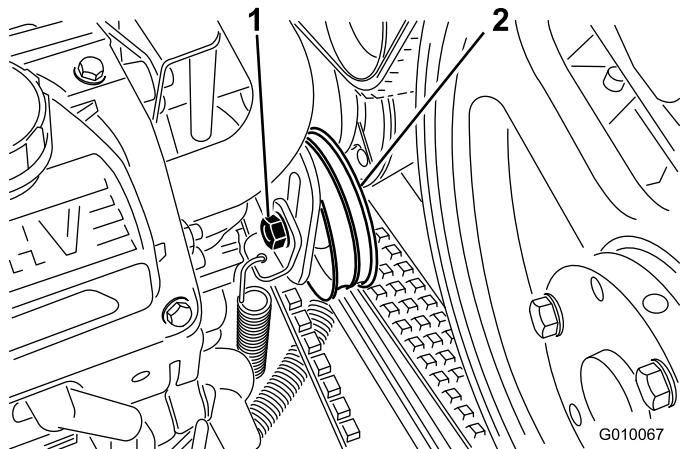

Figura 58
3. Desaperte o parafuso intermédio da correia da bomba o suficiente para permitir o movimento na sua ranhura de ajuste (Figura 58).